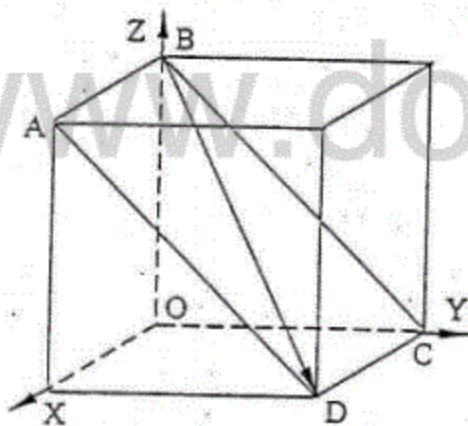

图 1 第一题第 1 题图
1. (4 分) 写出图 1 所示立方晶胞中 ABCDA 晶面及 BD 晶向的密勒指数。